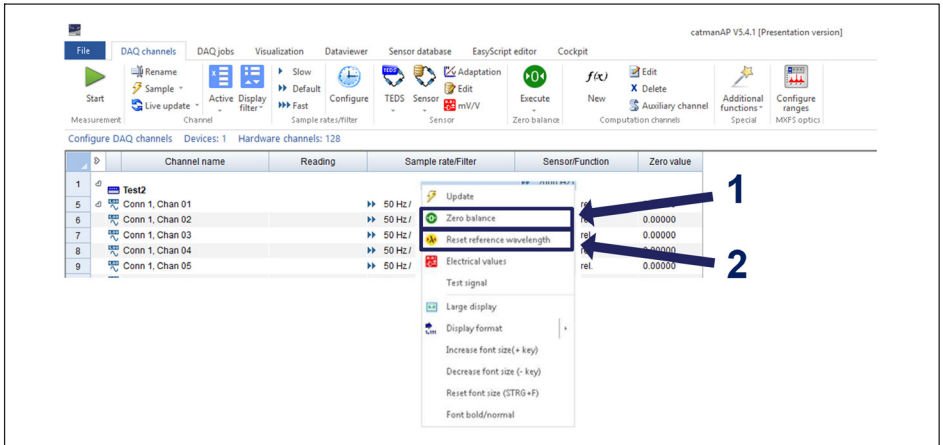

图4.27 零位平衡和重置参考波长
► 也可以右键点击要归零的线，并选择 Zero Balance (零位平衡) 选项 (如中 1 图4.27号所示)。
► 右键点击要归零的线，选择 Reset reference wavelength (重置参考波长) 选项 (如中 2 图4.27号所示)。